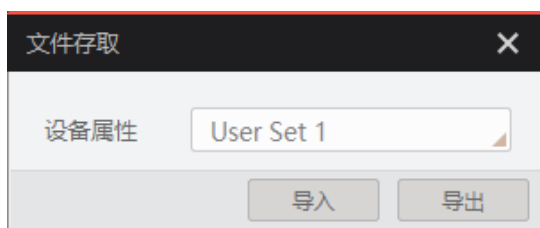

图8-10 导入或导出
2. 在弹出的文件存取对话框中，选择需要存取的相机属性或 DPC 数据，单击导入或导出即可，如图 8-10 所示。